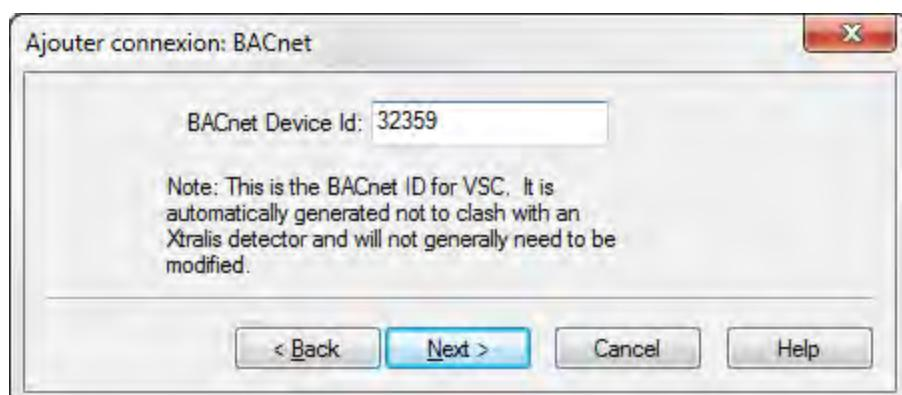

Figure 5-5: Saisie de l'ID BACnet
- Acceptez l'ID de periphrique BACnet gner automatiquement, puis cliquez sur Suivant (Figure 5-5).